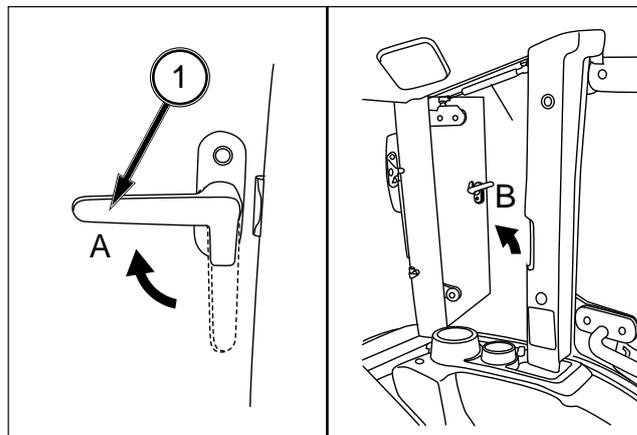

FIG. 163
FIG. 163: Gire el pomo (1) 90 grados para desbloquear la ventana (posición A). Empuje suavemente la ventana en ángulo para abrirla (posición B). Un amortiguador mantiene la ventana en su posición.